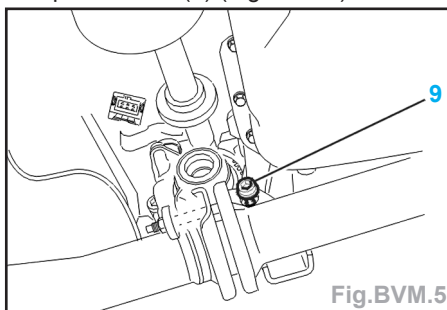

Fig.BVM.5
- Déposer la vis (9) (Fig.BVM.5).